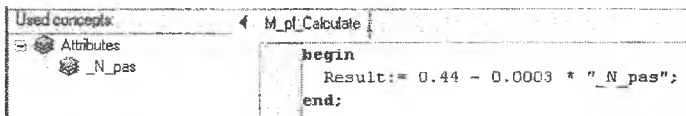

Рис. 3. Атрибуты и тело скрипта *M\_pl Calculate*
- Укажите параметры скрипта: перетащите необходимые атрибуты на концепт скрипт (все параметры скрипта можно увидеть во вкладке *Uses*). Параметром скрипта *M\_pl Calculate*, вычисляющего относительную массу планера самолета без силовой установки, является атрибут *\_N\_pas* (рис. 3).